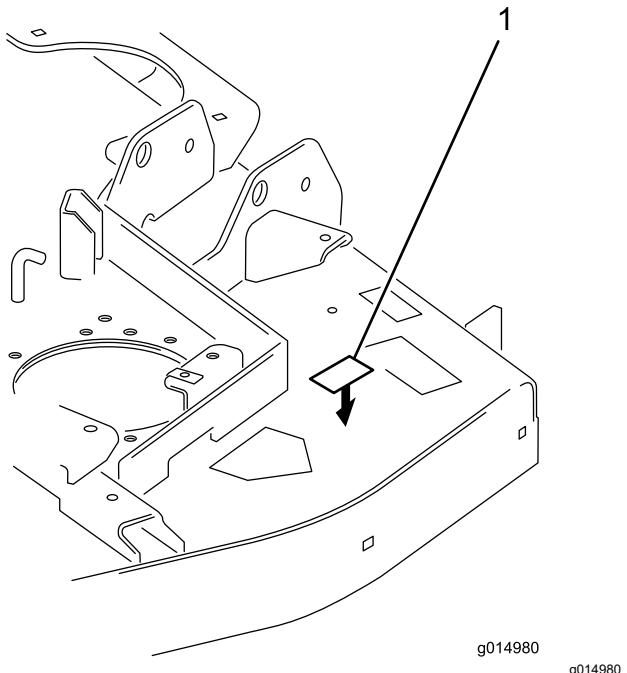

Figura 15
13. Aplique la pegatina identificativa a la parte superior de la carcasa, cerca de la placa que contiene los números de serie (Figura 15).